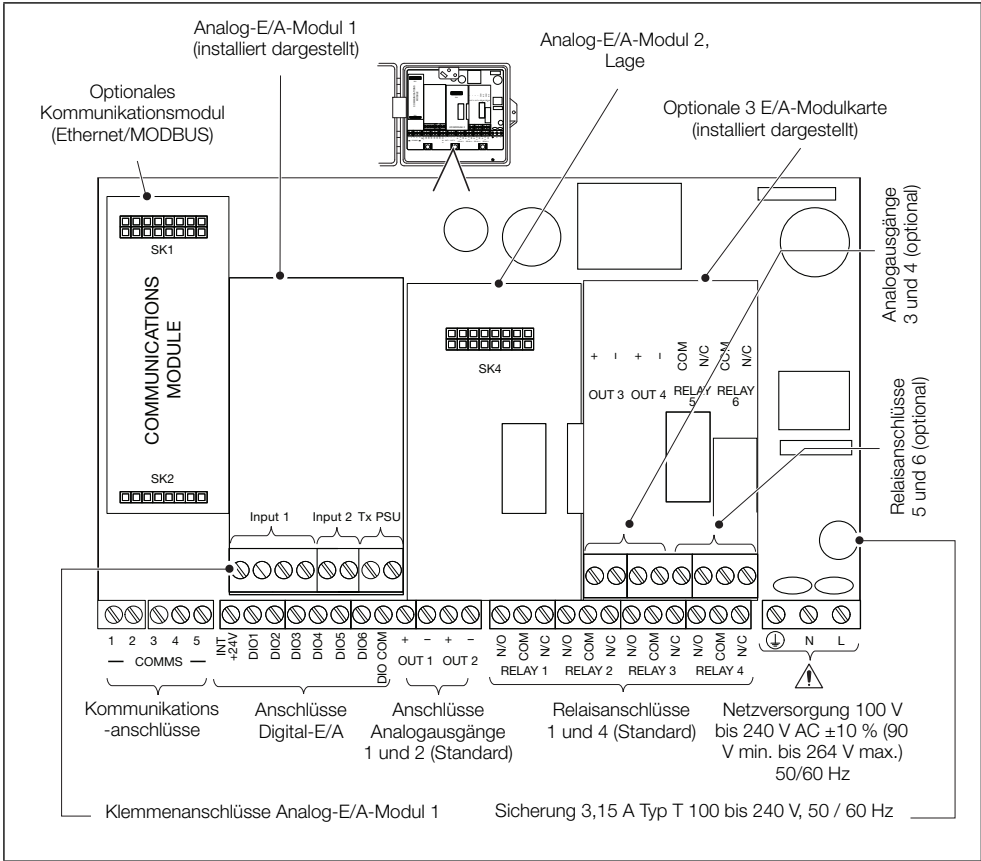

Fig. 4.19 CMF310 – Elektrische Anschlüsse
1. Drehen Sie die Befestigungsschraube der Klemmenabdeckung (A) mit einem Pozidriv-Schraubendreher gegen den Uhrzeigersinn (1/4-Umdrehung) und öffnen Sie die Abdeckung.
2. Drehen Sie die Befestigungsschraube der Abdeckplatte der Anschlussplatine (B) gegen den Uhrzeigersinn, bis die Abdeckplatte (C) abgenommen werden kann.
3. Schließen Sie die Leitungen an den Klemmen der Anschlussplatine an – siehe Abb. 4.19, Seite 20.
4. Bringen Sie die Abdeckplatte (C) wieder an und fixieren Sie diese handfest durch Drehen der Befestigungsschraube (B) im Uhrzeigersinn. Schließen Sie die Klappe, und drehen Sie die Klappenbefestigungsschraube (A) 1/4 Umdrehung im Uhrzeigersinn, um die Klappe zu sichern.